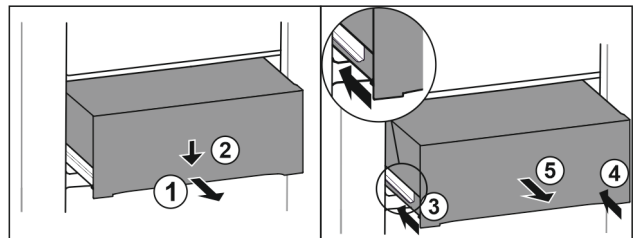

Fig. 103
- ▶ Predal izvlecite do polovice. Fig. 103 (1)
- ▶ Predal na sprednji strani potisnite navzdol. Fig. 103 (2)
- ▶ Levo vodilo potisnite približno 2 cm noter. Fig. 103 (3)
- ▶ Desno vodilo potisnite približno 2 cm noter. Fig. 103 (4)
- ▶ Predal vzemite ven v smeri naprej. Fig. 103 (5)